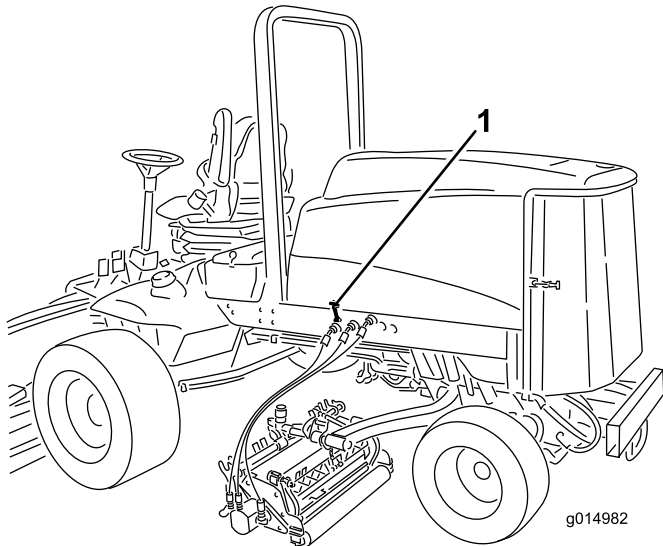

Bild 48
1. Lösen Sie die Haubenriegel (Bild 48) und schwenken die Haube nach oben.